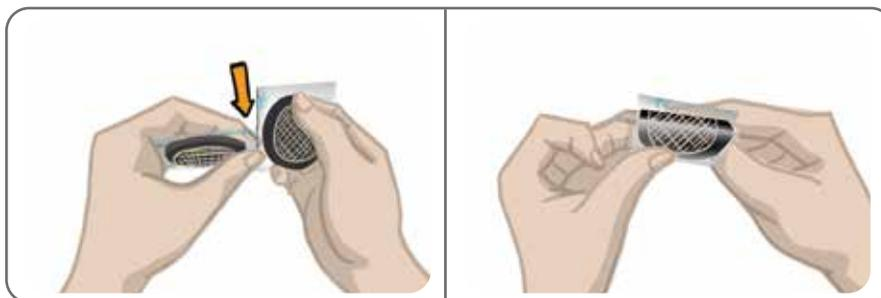

Ilustración 8-2: Separación de los Electrodos Hydrogel y división de las cubiertas de dos partes
2. Separe los dos Electrodos Hydrogel nuevos por la línea perforada. Consulte la ilustración 8-2.
3. Desprenda las cubiertas de dos piezas en cada electrodo y deséchelas. Consulte la ilustración 8-2.